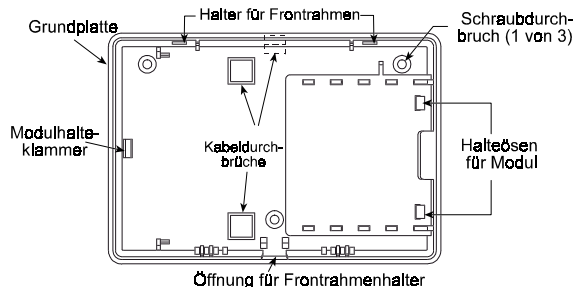

Abbildung 4: Ansicht der Grundplatte
- C. Öffnen Sie einen der Kabeldurchbrüche in der Montageplatte (siehe Abb. 4). Führen Sie das Kabel durch diesen Durchbruch und befestigen Sie das Gerät mittels der 3 Schraubblöcher. Führen Sie die Verdrahtung am Gerät, wie in Abschnitt 3.2 beschrieben, durch.